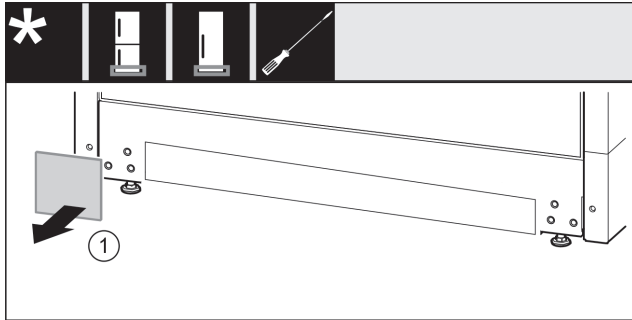

Fig. 35
- ▶ Retirer le cache. Fig. 35 (1)